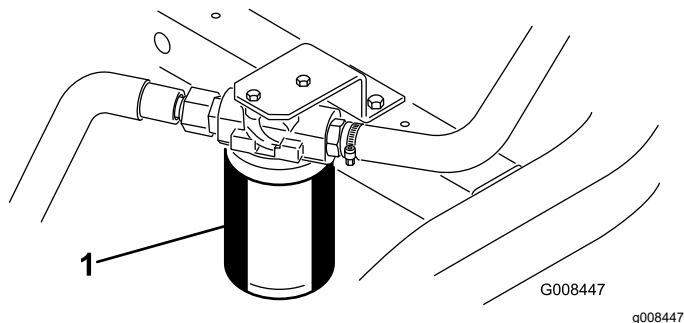

Рисунок 50
1. Очистите область вокруг места крепления фильтра (Рисунок 50). Поместите сливной поддон под фильтр, а затем снимите фильтр.